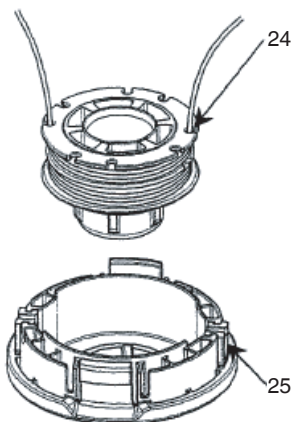

Fig. 29
- (5) Insérez les deux bouts libres du fil dans le guide-cordon (25) lorsque vous placez la bobine dans le boîtier. (Fig. 29)